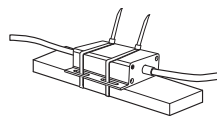

Figura -7
- Posizionare la driver box nel modo corretto, in modo che non interferisca con gli elementi circostanti, come mostrato nella Figura 7. Non installare la driver box in un'area a temperatura elevata, con parti in movimento o un'area che possa interferire con parti in movimento.